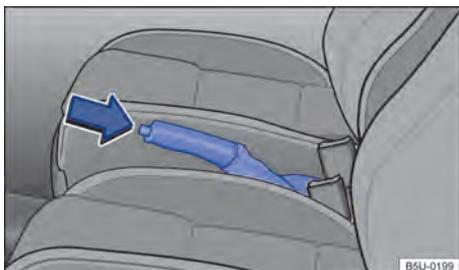

Fig. 88 Entre los asientos delanteros: palanca del freno de estacionamiento.
- Tirar de la palanca del freno de mano hacia arriba con la tecla de bloqueo presionada → fig. 88 (flecha).
- El freno de mano está activado cuando, con el encendido conectado, la luz de control (D) en el instrumento combinado está encendida.
- Tirar de la palanca del freno de mano un poco hacia arriba y presionar la tecla de bloqueo → fig. 88 (flecha).